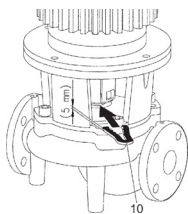

Fig. 13: Mise en place de la fourche de montage
10. Glisser la fourche de montage (Fig. 13, pos. 10) entre la lanterne et l'accouplement. La fourche de montage doit s'adapter sans le moindre jeu.
11. Serrer d'abord légèrement les vis d'accouplement (Fig. I/II/III/IV/V, pos. 1.41) jusqu'à ce que les coquilles d'accouplement reposent sur les cales d'épaisseur.
8. Démontez l'accouplement (Fig. I/II/III/IV/V, pos. 1.5).
9. Desserrer les vis de fixation du moteur (Fig. I/II/III/IV/V, pos. 5) sur la bride du moteur et extraire l'entraînement de la pompe avec un appareil de levage approprié.
13. Glisser la fourche de montage (Fig. 13, pos. 10) entre la lanterne et l'accouplement. La fourche de montage doit s'adapter sans le moindre jeu.